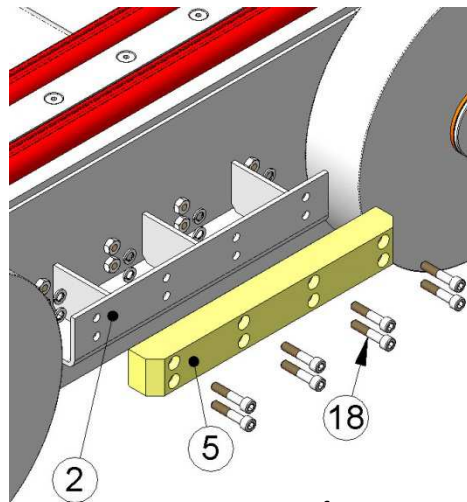

fig. 14
**Nota:** os números entre parênteses referem-se à fig. 14.